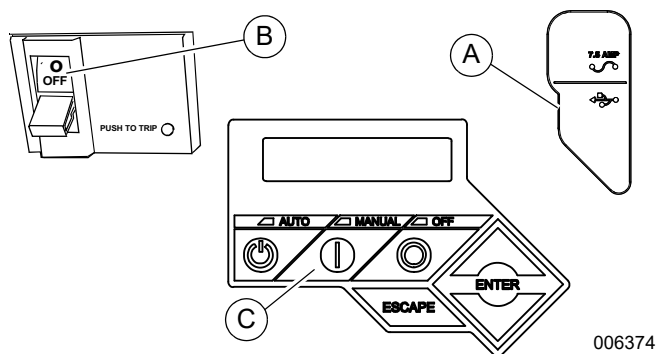
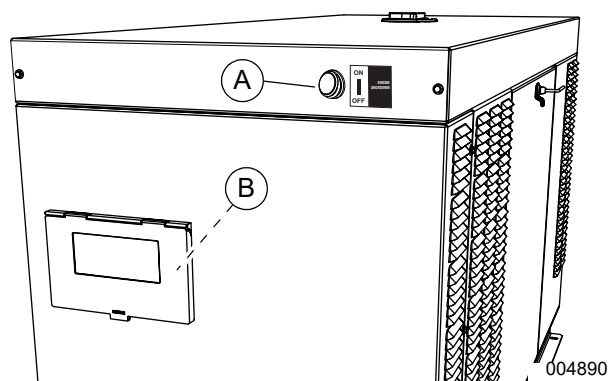

Figure 3-5. Panneau de commande du générateur
Figure 3-6. Commutateurs d'arrêt auxiliaires
1. Voir la Figure 3-5. Soulevez le cache en caoutchouc du porte-fusible et vérifiez que le fusible 7,5 A (A) est bien installé.
2. Placez le disjoncteur principal (sectionneur du générateur) sur la position OFF (OUVERT) (B).
3. Vérifiez que les commutateurs d'arrêt auxiliaires sont tous deux placés en position ON (I). Voir Figure 3-6 pour obtenir les emplacements.
4. Appuyez sur la touche MANUAL (MANUEL) du panneau de commande (C) pour démarrer le moteur. Une DEL bleue s'allume pour confirmer que le système est bien en mode MANUEL.
Voir la Figure 3-6. Les générateurs d'une puissance de 15 kW et plus sont dotés de deux commutateurs d'arrêt auxiliaires. Le premier (A) est situé sur le toit du générateur, au-dessus et à droite du regard. Le second commutateur d'arrêt auxiliaire (B) se trouve à l'intérieur du boîtier du panneau de commande.
Voir la Figure 4-1. Le panneau de commande est situé derrière le regard à l'arrière de l'appareil. Voir Figure 3-5 et Figure 3-6.